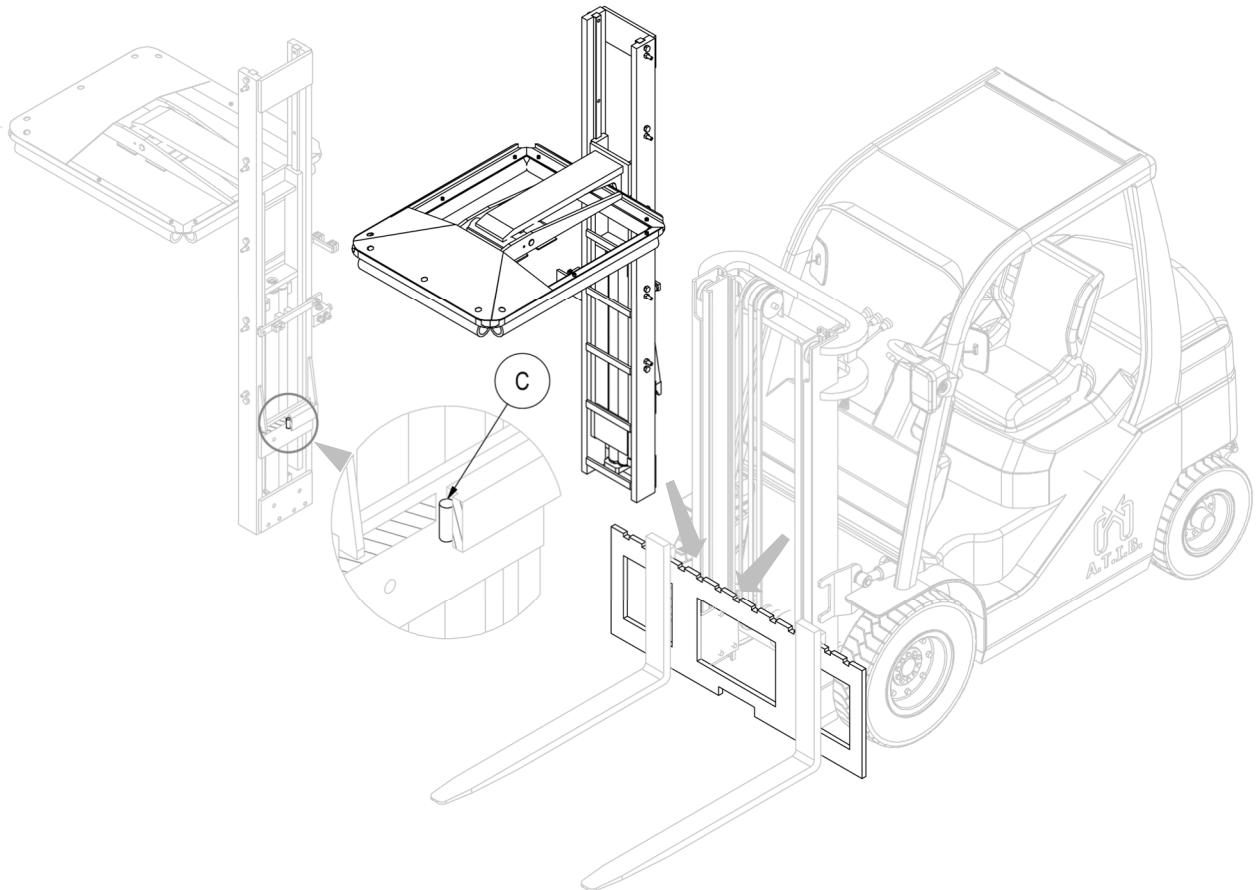

Abbildung 3
6. Positionieren Sie das Gerät mithilfe eines Brückenkrans oder eines Flaschenzugs mit ausreichender Tragfähigkeit auf der Gabelträgerplatte und achten Sie darauf, dass der Zentrierzahn **C** in die mittlere Kerbe derselben einrastet (siehe *Abbildung 3*).
4. Heben Sie dann das Gerät mit einem Brückenkran oder Flaschenzug mit ausreichender Tragfähigkeit an und entfernen Sie es vom Gabelstapler (siehe *Abbildung 3* auf Seite 9).